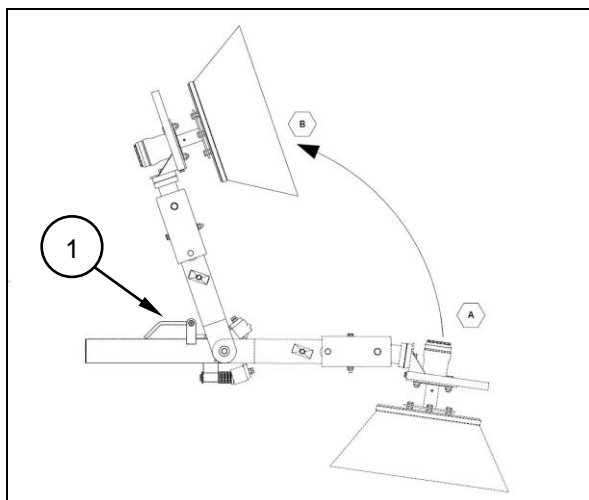

Fig. 4.11
- Seitenkehrbesen (Fig. 4.11) nach oben schwenken und sichern (1).